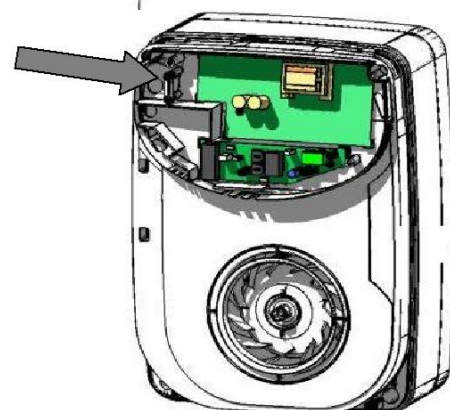

Fig.13
11) Sluit de deur en sluit flexibele voedingskabel aan zoals beschreven in rubriek B – Aansluiting. Gebruik de kabelklem. Wijzig eender welke instellingen zoals vereist, zie rubriek C – Opstelling (Fig. 13).